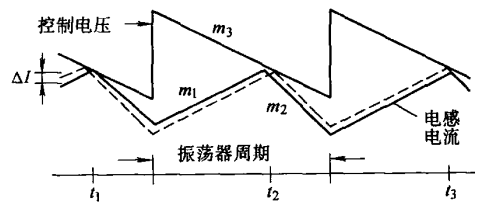

图 5 增加射极跟随器后的电感电流波形图
(1) 通过在 UC3842 的 3 脚处接入一个射极跟随器，该射极跟随器由 R_4 、 Q_1 和 R_1 组成，它能产生一个与脉宽调制时钟同步的人为斜坡控制电压信号，其波形如图 5 所示。如果在该控制电压上产生一个扰动 ΔI ，则在一个周期内它减少 $\Delta I m_2/m_3 - \Delta I$ ，在后续的周期内它将很快减小到零，不过该补偿斜坡的斜率 m_3 必须等于或略大于 $m_2/2$ ，只有这样，扰动的减小量才为正值，系统才能具有真正的稳定性。在增加了射极跟随器后，即使系统工作在占空比大于 50% 或连续的电感电流条件下，系统也不会出现不稳定的情况。
另外，采用这种电路还能增强系统的动态响应。因为放大器用作信号传输时都需要传输时间，并不是输出与输入同时建立。如果把反馈信号接到 UC3842 的电压反馈端，则反馈信号需连续通过两个高增益误差放大器，传输时间增长。由于 TL431 本身就是一个高增益的误差放大器，因此，在图 5 中直接采用 1 脚做反馈，从 UC3842 的 8 脚（基准电压脚）拉了一个电阻到 1 脚，2 脚接地。这样做的好处是：跳过了 UC3842 的内部放大器，从而把反馈信号的传输时间缩短了一半，使电源的动态响应变快。另外，直接采用 1 脚做反馈，还能起到过载保护的功能。当电源过载或输出短路时，流过光耦中的二极管的电流会迅速增大，光耦中三极管的集射极电阻就会变得很小，因此 1 脚的电压很快就被拉低。当 1 脚的电压低于 1V 时，UC3842 就会关闭 6 脚输出，从而保护了电源。